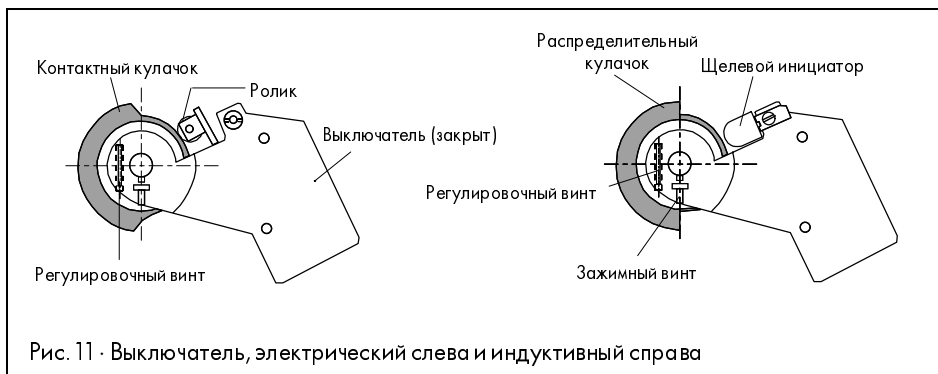

Рис. 11 · Выключатель, электрический слева и индуктивный справа
4.2.3 Концевой (предельный) выключатель (рис. 11)